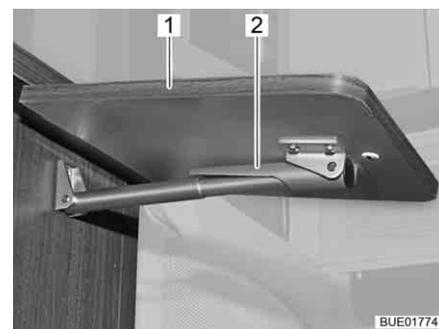

Fig. 138 Tavolo ribaltabile su bancone, sbloccato
- Sollevare leggermente il tavolo ribaltabile su bancone (Fig. 138,1). Con l'altra mano spingere verso l'alto il dispositivo di fissaggio (Fig. 138,2) sul supporto telescopico.